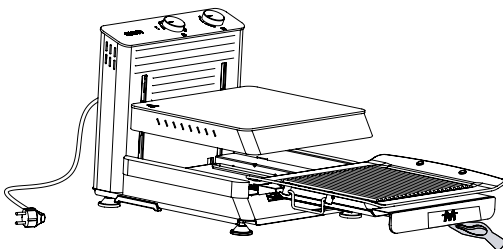
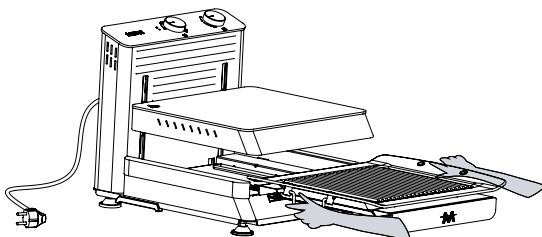

Figura 14
Figura 15
- Si no se va a cocinar más una vez finalizado el proceso, coloque el interruptor de encendido/apagado situado en la parte posterior del aparato en la posición (0) y desenchufe el cable de alimentación de la toma de corriente.
- Cuando esté seguro de que el producto se ha enfriado, tire de él hacia usted por el asa (Figura 14) y retire la bandeja y la rejilla que se encuentran dentro del producto. (Figura 15)